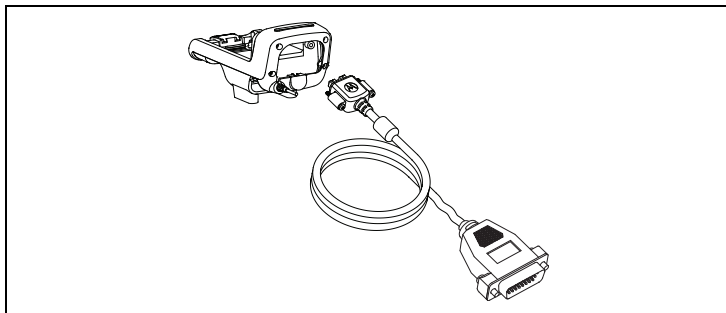

Figure 3 : installation du câble de socle à boîtier de raccordement sur le socle
9. Fixez le câble de socle à boîtier de raccordement (PMKN4169) ou le câble de socle à boîtier de raccordement avec câble de données USB (PMKN4170) à la base de la cavité du socle en serrant les vis dans les écrous d'insertion comme indiqué sur la Figure 3 ci-dessous.